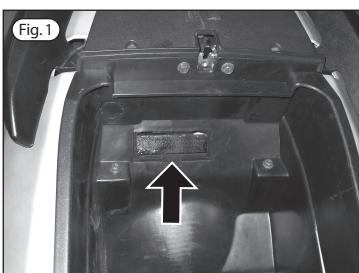

Fig.1
- numero di telaio (fig.1)
- chassis number (see figure 1)
- numéro du châssis (voir figure 1)
-Fahrzeug-Identnummer (siehe Abbildung 1)